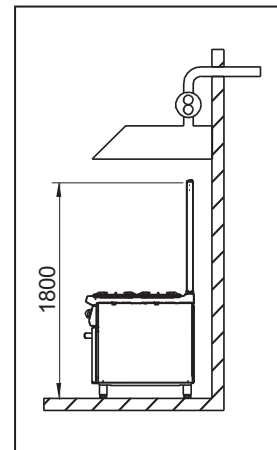

Fig. 18
- *Evacuazione forzata sottocappa (fig18).*